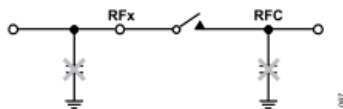

図 69. 大きなコンデンサを直接スイッチに接続することは避ける
- ▶ 容量性の終端を直接スイッチに接続することは避けてください (図69参照)。シャント・コンデンサに電荷が保存されると、スイッチのオープン時またはクローズ時にホット・スイッチング・イベントが発生し、スイッチの寿命に影響を与えることがあります。